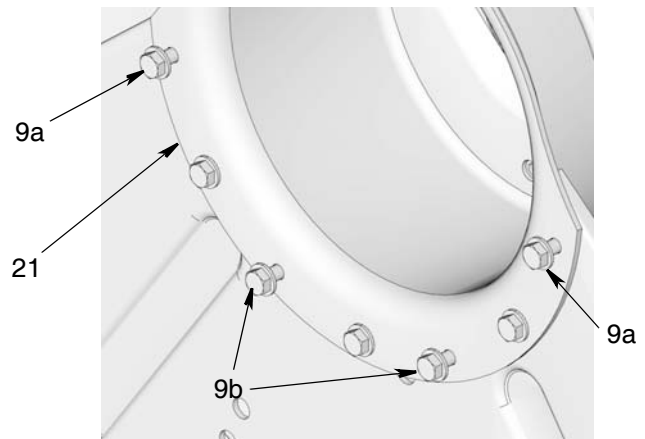

FIG. 6
取下马达支架 (21) 上的四根固定螺栓 (9a 和 9b, 图 6) 这些孔的用途在于将马达总成 (26) 固定在马达支架 (21) 上。